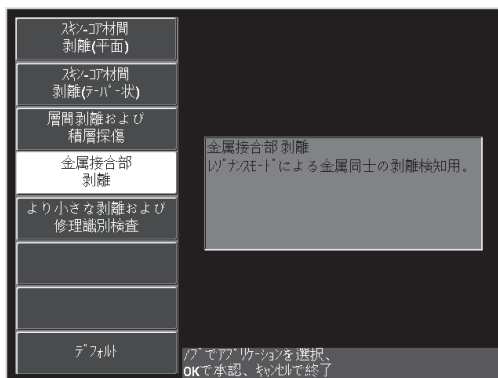

図 6-38 Metal To Metal Disbonds (金属間剥離) アプリケーション
3. **Metal To Metal Disbonds (金属間剥離)** アプリケーションを選択し、✓ を押し て受け入れます (160 ページの図 6-38 参照)。